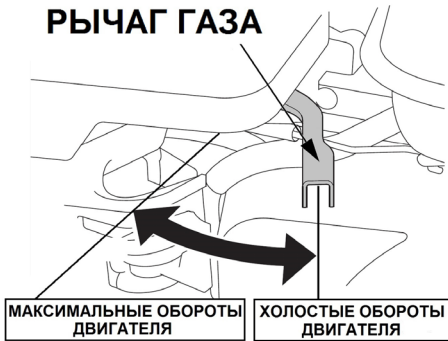

Рис. 24 Положения рычага газа
4. Переведите рычаг газа на 1/3 хода в сторону положения максимальных оборотов двигателя (Рис. 24).